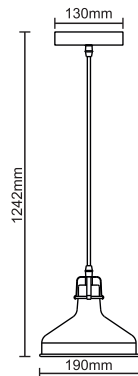

Рис.1. PL-425S
- Размер изделия: см. смотри Рис.1, 2, 3